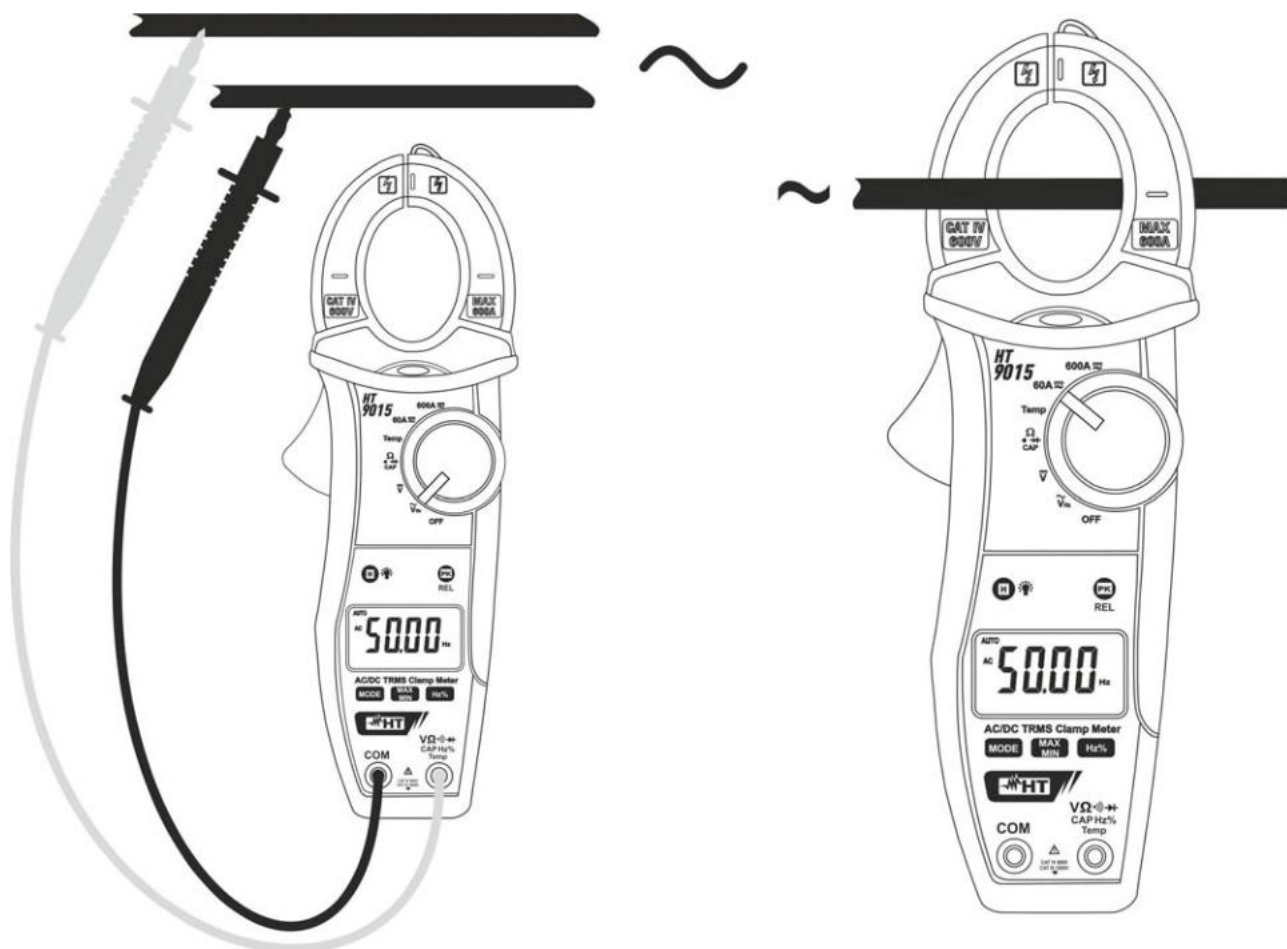

Fig. 10: Uso della pinza per misure di Frequenza e Duty Cycle
3. Inserire il cavo rosso nel terminale di ingresso **VΩHz%Temp** e il cavo nero nel terminale di ingresso **COM** (Fig. 10 – parte sinistra) per misura di frequenza con puntali. Inserire la pinza sul conduttore (Fig. 10 – parte destra) per misura di frequenza con toroide. Il valore della frequenza (Hz) o del duty cycle (%) è mostrato a display. Nella misura di frequenza e duty cycle la barra grafica analogica è disattivata